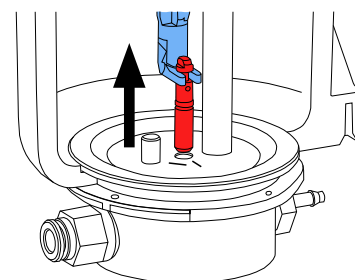

Fig. 12
- ⇒ Com a ferramenta, agarrar o bocal doseador e puxar para cima (Fig. 12).